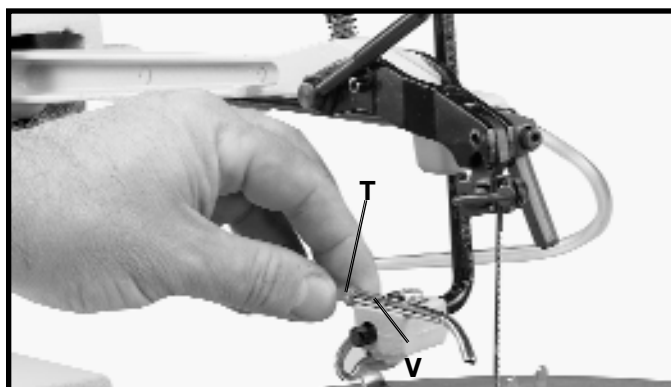

Fig. 14
12. Glisser l'extrémité du tube de soufflerie de copeaux (T) fig. 14 sur l'extrémité de la buse d'air (V), tel qu'illustré.